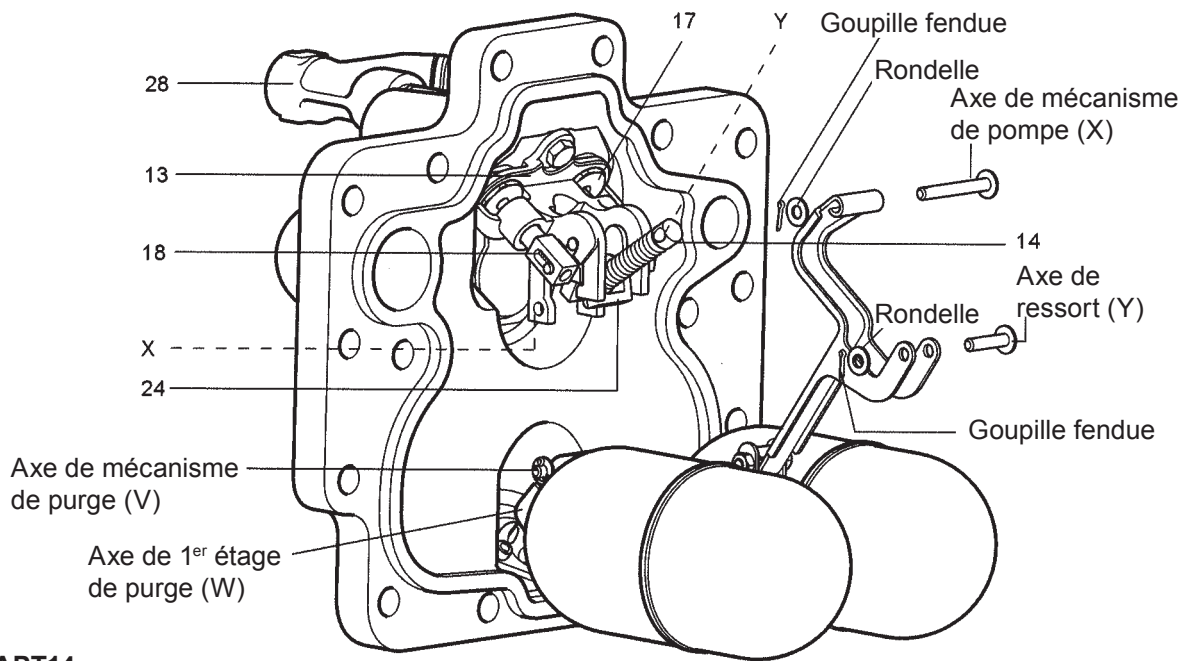
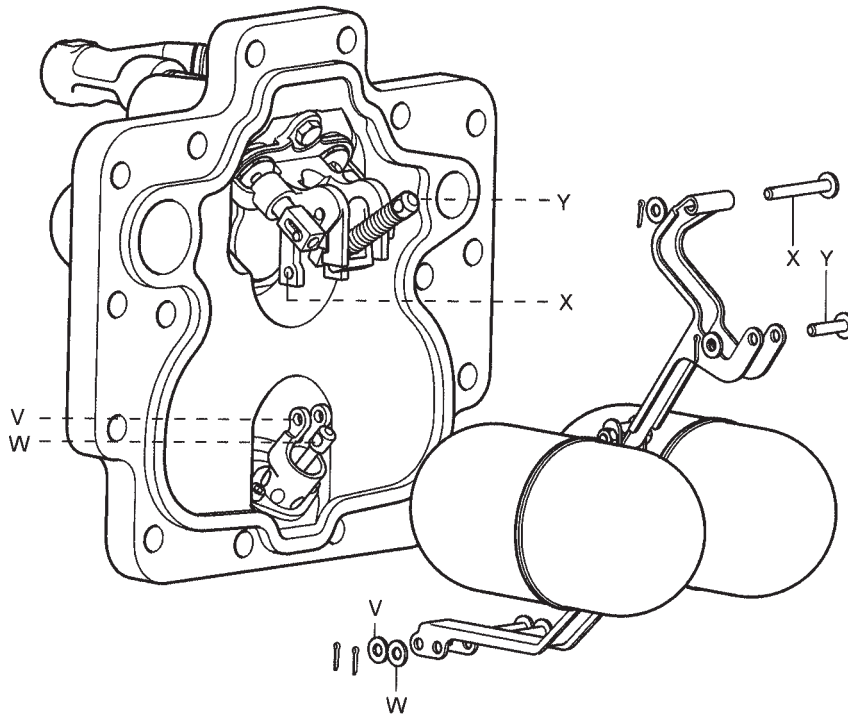

Fig. 20 APT14
Fig. 21 APT14
3. Retirer avec précaution la goupille fendue et la rondelle de l'axe de ressort (Y) (Fig. 20).
4. Retirer la goupille fendue et la rondelle de l'axe de mécanisme (X).
6. Retirer la goupille fendue et la rondelle de l'axe de maintien du 1er étage de mécanisme de purge (W).
7. Retirer la goupille fendue et la rondelle de l'axe de maintien du mécanisme de purge (V).
10. Pour remonter les nouveaux axes, suivre l'ordre donné ci-dessous : (Fig. 21).
14. Reconnecter la ligne d'alimentation vapeur motrice et la ligne d'échappement respectivement sur les orifices repérés (S) et (E). L'APT14, l'APT14HC ou l'APT14SHC est maintenant prêt pour une remise en service.
15. S'assurer que le filtre d'alimentation motrice Spirax Sarco (avec une mesh 100) est bien raccordé à l'alimentation motrice (Rep. 28, Figure 20).